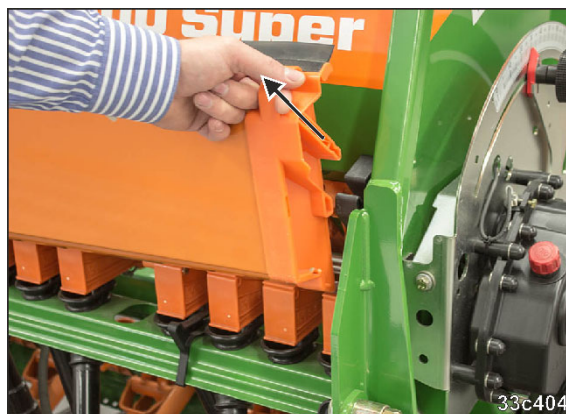

Fig. 238
1. Trekk trauene (Fig. 238) oppover og ut av holdeinnretningen.